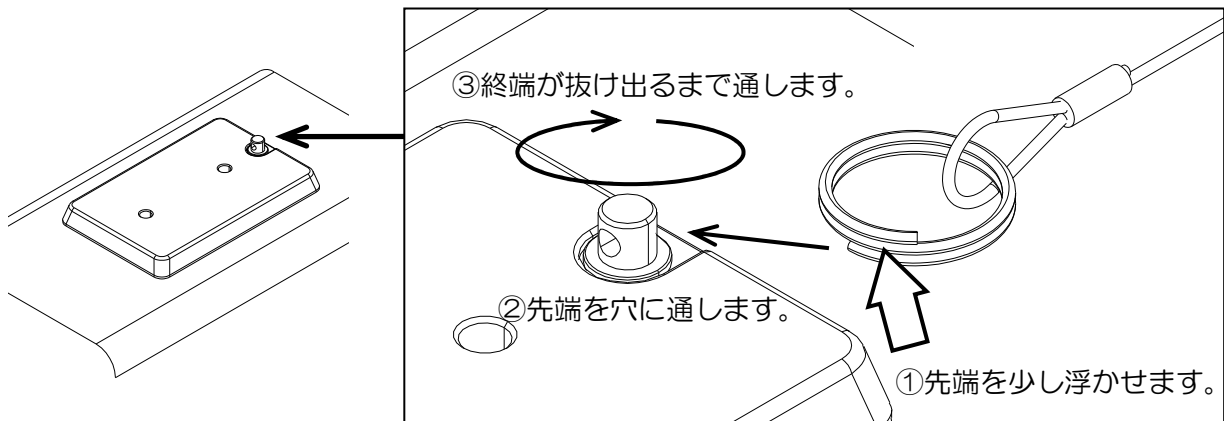
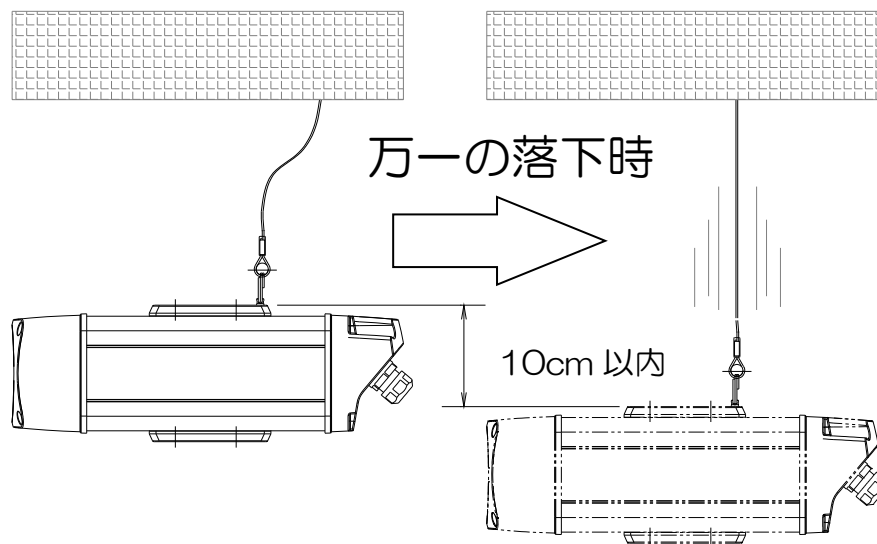

図 2-4 カメラハウジングへの取り付け方法
図 2-5 金具の固定位置
- カメラハウジングへの取り付け方法は、以下となります（図 2-4 参照）。
- ①ワイヤー片側の 2 重リングの先端をマイナスドライバーなどで少し広げて、先端を浮かせます。
- ②上記①で浮かせたリング先端を、ハウジング後部のワイヤークランプの穴に通します。
- ③リング末端が抜け出るまで、クランプ穴に沿ってリングを通してください。
- ワイヤー片側の固定金具を、天井または壁面に M6 ネジ（市販品をお求めください）で固定してください。なお、金具の固定位置は、図 2-5 のように製品の落下移動距離が 10cm 以内になるよう設置してください。